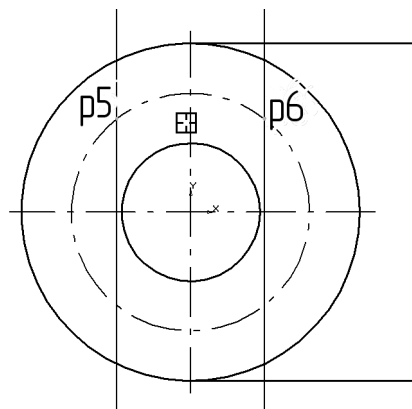

Рис. 51.17.
1. Увеличьте область чертежа, как это показано на рис. 51.17.
2. Нажмите кнопку **Параллельная прямая** на панели **Геометрия** и укажите курсором вертикальную осевую линию окружности в любой ее точке (рис. 51.17).